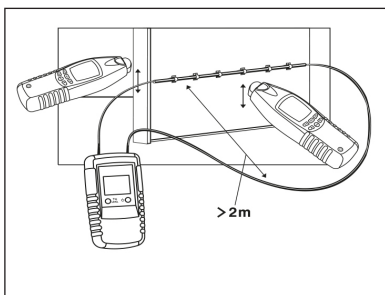

Abbildung 14:
- Schließen Sie den Sender wie in Abbildung 14 gezeigt an.